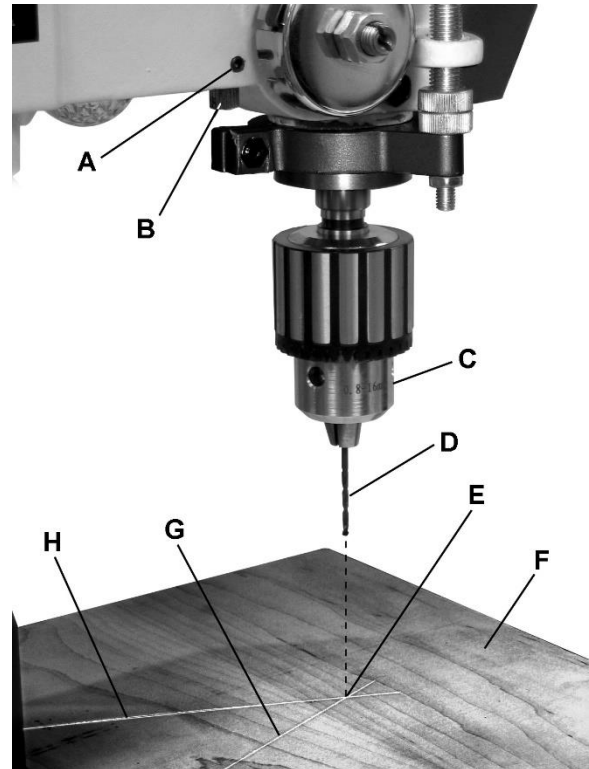

Рис. 15
Порядок выравнивания лазерного указателя (См. Рис. 15):
1. Зажмите в патроне (С) небольшое сверло (D), затем положите на стол заготовку (F). Заготовка не должна сдвигаться. Чтобы закрепить ее, воспользуйтесь струбцинами. Важно: стол станка должен быть установлен горизонтально и зафиксирован.
2. Опустите сверло, чтобы оно оставило в доске маленькое отверстие (E), затем снова поднимите его.
4. С помощью 3 мм шестигранного ключа ослабьте установочные винты (A) с обеих сторон лазерной установки (на Рис. 15 показана только левая сторона лазера).
5. Отрегулируйте (B) так, чтобы лазерный луч (G) пересекал отверстие (E). Затяните установочный винт (A).
6. Таким же образом отрегулируйте второй лазерный блок, чтобы два луча образовали перекрестье (G, H) точно над отверстием (E).
7. Затяните оба установочных винта (A).